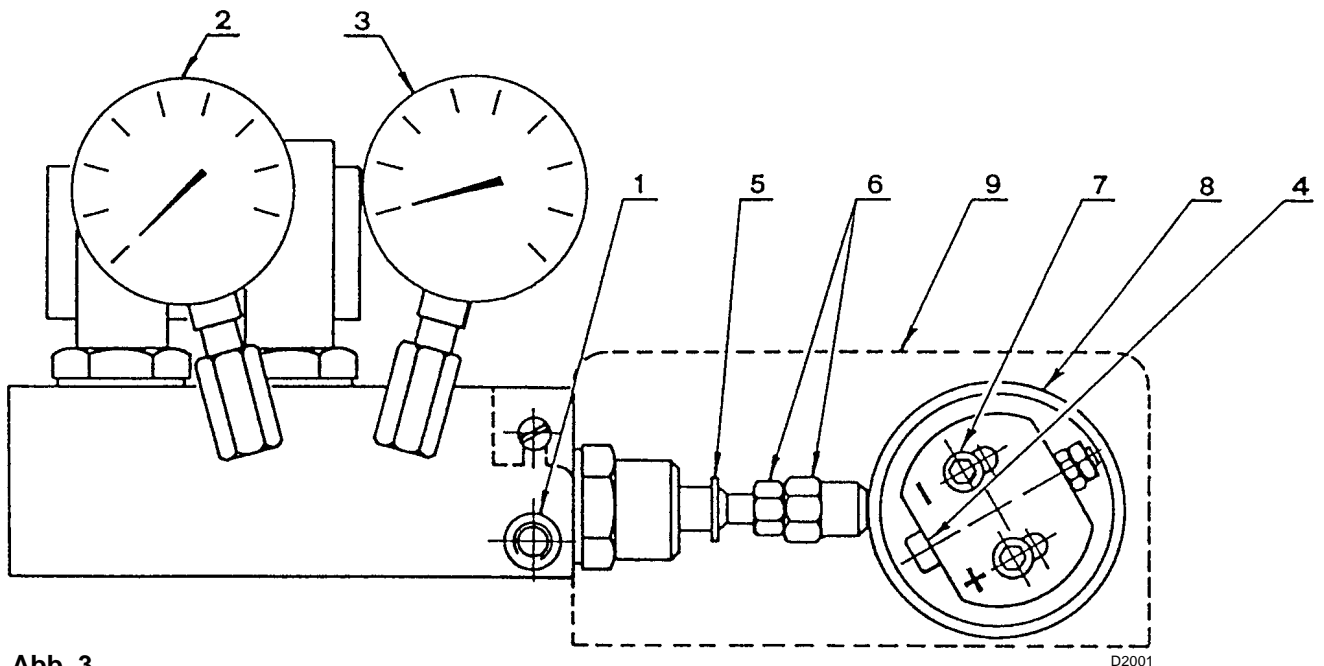

Abb. 3
Die Veränderung des Druckes im Rücklauf (Manometer 3) Bild 3 verursacht eine entsprechende Veränderung des Durchsatzes in der Düse.
- Langsam die Nocke mit einstellbarer Kurve (1 Bild 5), die fest mit dem Exzenter (8 Bild 3) verbunden ist, drehen. Die Druckveränderung am Manometer (3 Bild 3) ablesen. Steht der Stellmotor auf Position 130°, ist der Druck und Durchsatz der Düse maximal. Steht der Stellmotor auf Position 20°, ist der Druck und Durchsatz der Düse minimal. Korrekturen des Druckes im Rücklauf werden durch Veränderung des Exzenter (8 Bild 3) und der Schraubenmutter und Gegenmutter (6 Abb. 3) erreicht.